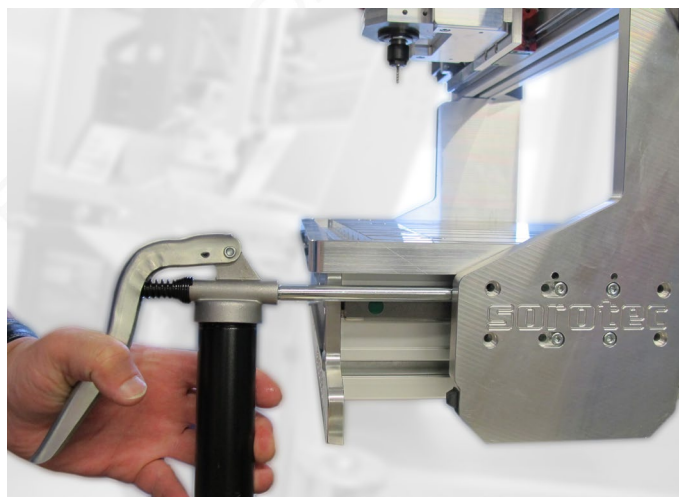

Bild 44: Abschmieren vordere Führungswagen X-Achse
- Nehmen Sie links und rechts die Abschmierung vor, wie in Bild 44 gezeigt.